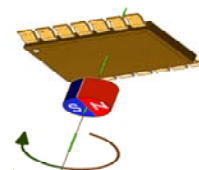

Fig. 3
▪ **Encoder Magnetici Rotativi a magnete bipolare (fig.3)**
▪ **Magnetic Rotary Encoder with bipolar magnet (fig. 3)**
■ Codeurs Magnétiques Rotatifs à aimant bipolaire (fig.3)
■ Magnetische Drehgeber mit bipolarem Magnet (Abb. 3)